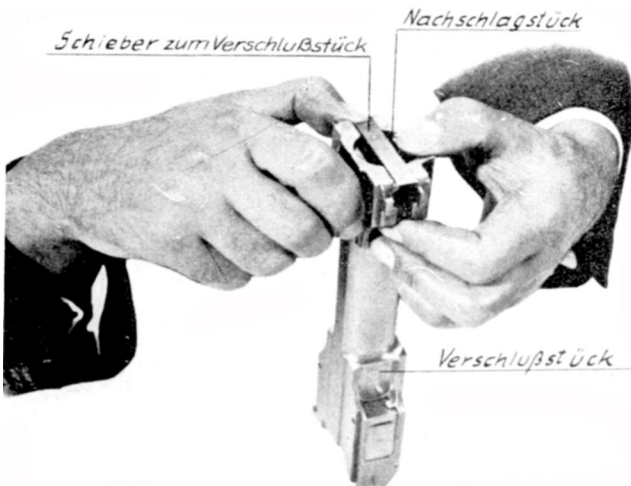

Abb. 80: Herausdrücken des Schiebers zum Verschlußstück
b) Zerlegen des Verschlußstückes (Abb. 80—82)